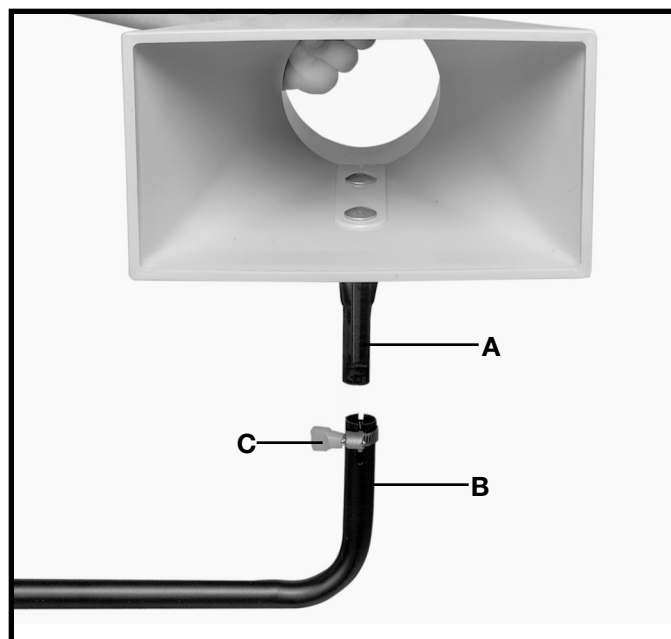

Fig. 14
8. Coloque el tubo de soporte inferior (B), Fig. 14, sobre el conjunto del embudo de entrada (A) y sujételo con la abrazadera de tubo (C).